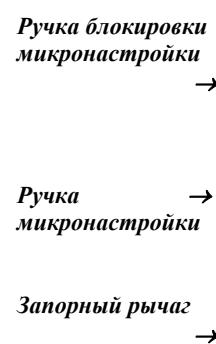

Fig. 53
6. Затяните запорную ручку механизма микрорегулировки (см. рис. 53) и установите ручку механизма микрорегулировки на ноль на нужной ширине распила.